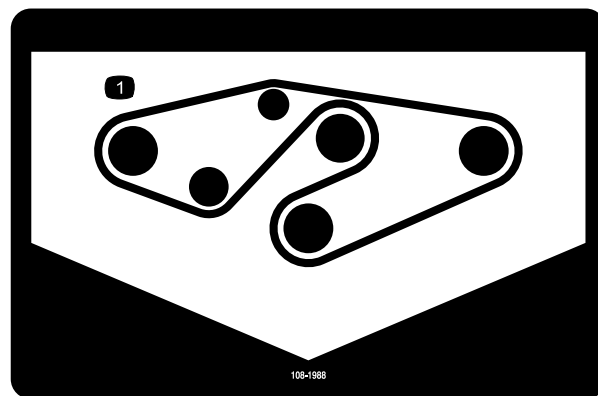

図 35
4. 図のように、スピンドル・プリーとアイドル・プリーに新しいベルトを回しかける（図 35）。